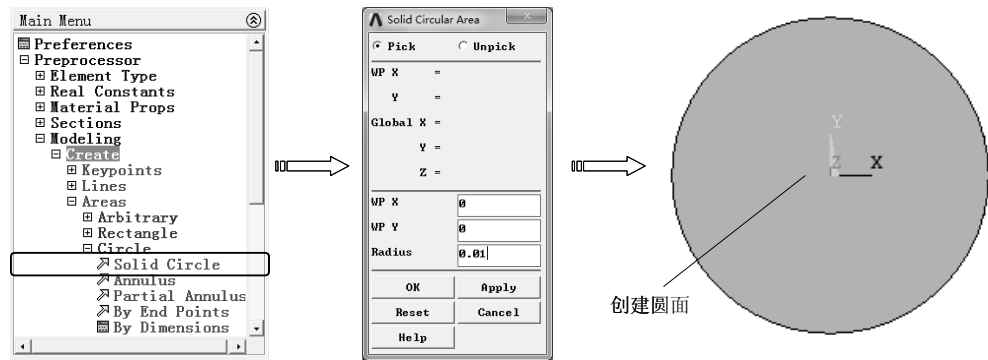

图 10-84 创建圆面
1) 选择 “Main Menu>Preprocessor>Modeling>Create>Areas>Circle>Solid Circle” 命令，弹出 “Solid Circular Area” 对话框，在 “WP X” 和 “WP Y” 文本框中输入圆中心为 (0, 0)，在 “Radius” 文本框中输入圆半径 0.01，单击 “OK” 按钮创建圆面，如图 10-84 所示。